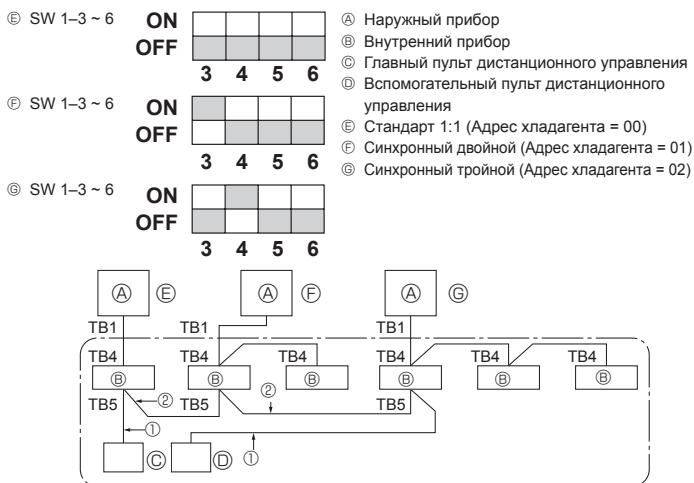

Fig. 9-1
- ① Включите питание (с помощью автоматического выключателя).
- ② После закрытия запорного клапана жидкости необходимо перевести выключатель SWP на щитке управления наружного прибора в положение ON (ВКЛ). Запускаются компрессор (наружный прибор) и вентиляторы (внутренний и наружный приборы), и начнется сбор охлаждающей жидкости. Светодиоды LED1 и LED2 на пульте управления наружного прибора загорятся.
9. Система управления (Fig. 9-1)